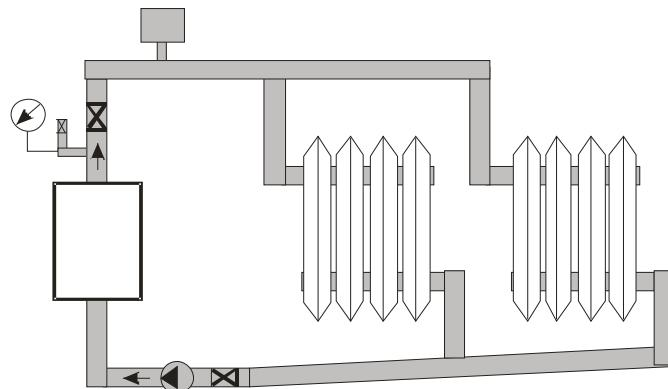

Рис. 5.
Внимание! При эксплуатации прибора запрещается полностью или частично перекрывать шаровые вентили на входе и выходе из котла (см. рис. 5).
Трубы системы отопления должны быть расположены так, чтобы способствовать естественной циркуляции теплоносителя. При этом максимальный уровень теплоносителя не должен превышать 30 метров от уровня прибора (рабочее давление в кotle не выше 0,3 МПа). Для приборов ЭПН-01-ХХ с патрубками G³/₄" в системе отопления необходимо использовать циркуляционный насос, установленный на входе в прибор (рис. 5). При этом мощность насоса, подключенного к клеммнику прибора (см. п. 4.1.), не должна превышать 0,5 кВт. Приборы ЭПН-01-ХХ с патрубками G1¹/₄" могут использоваться без циркуляционного насоса в отопительной системе.
6.1.7. На входе и выходе прибора устанавливаются шаровые вентили G ¾ " (рис. 5), применяемые при демонтаже, ремонте и техническом обслуживании прибора.